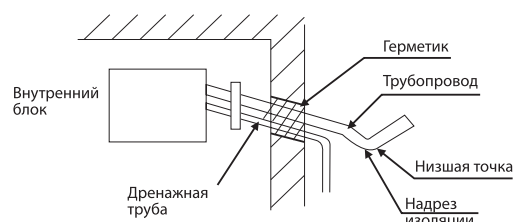

Рисунок 35 - Схема изгиба трубопроводов
- В случае, если отверстие в стене помещения выполнено ниже места установки внешнего блока, трубопроводы должны быть выгнуты соответствующим образом, а изоляция трубопроводов надрезана в нижней точке изгиба, с целью предотвращения попадания в помещение атмосферной воды (см. рисунок 35).